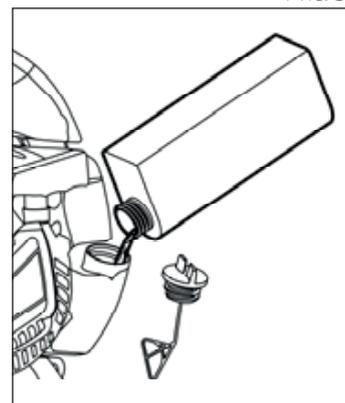

Рис. 3
- Заправьтесь, не заполняя бак до краев (рис. 3).